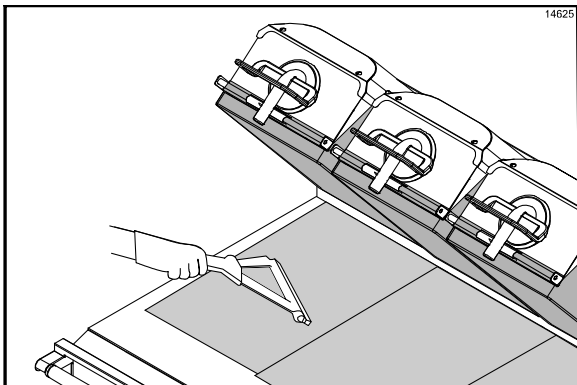

Abbildung 31
- Mit dem Gummi-Abzieher behutsam die Luftblasen von der Mitte aus zur Seite drücken. Darauf achten, dass die Trennfolie dabei nicht geknickt oder gefaltet wird. (Siehe Abbildung 31.)